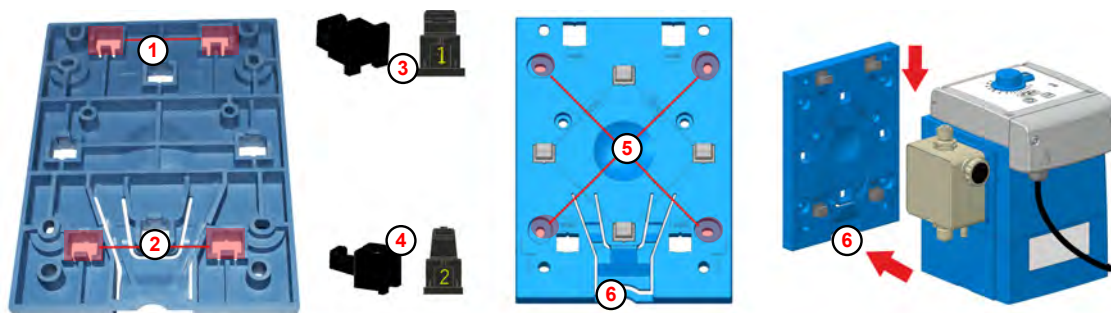

Fig. 5: Forberedelser til vægmontering
Åbningerne til vægmontering (Fig. 5 , ① eller ②) er mærket med tallet 2 på undersiden af monteringspladen.